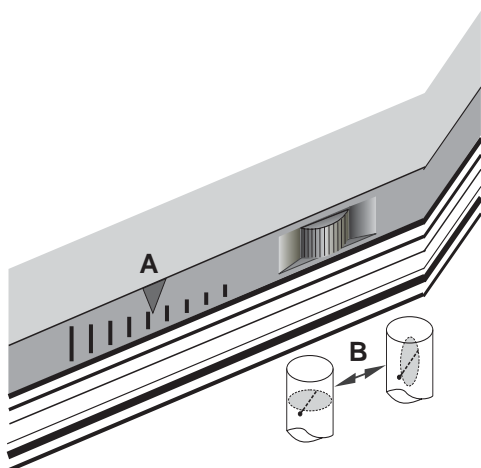

Fig. 6.6
6.6 VALVOLA FUMI VDF (FIG. 6.6)
6.6 VDF® FUME VALVE (FIG. 6.6)
(Fig. 6.6: **A**- display of opening of butterfly valve; **B**- opening of butterfly valve in relation to the direction of rotation of the selector).
6.6 RAUCHVENTIL VDF (ABB. 6.6)
Per modificare l'apertura della valvola fumi ruotare la rotellina zigrinata verso sinistra (chiusura) o verso destra (apertura). Sarà possibile visualizzare lo stato di apertura sulla scala graduata posta a sinistra del comando (Fig. 6.6: **A**- visualizzazione dell'apertura della farfalla; **B**-apertura della farfalla in relazione al senso di rotazione del selettore).
Zur Einstellung des Rauchventils die gerändelte Scheibe nach links (geschlossen) oder rechts (offen) drehen. Der Öffnungsgrad kann an der Messskala links von der Steuerung angezeigt werden (Abb. 6.6: **A**- Sichtanzeige der Öffnung der Luftklappe; **B**-Öffnung der Luftklappe in der Drehrichtung des Wahlschalters).